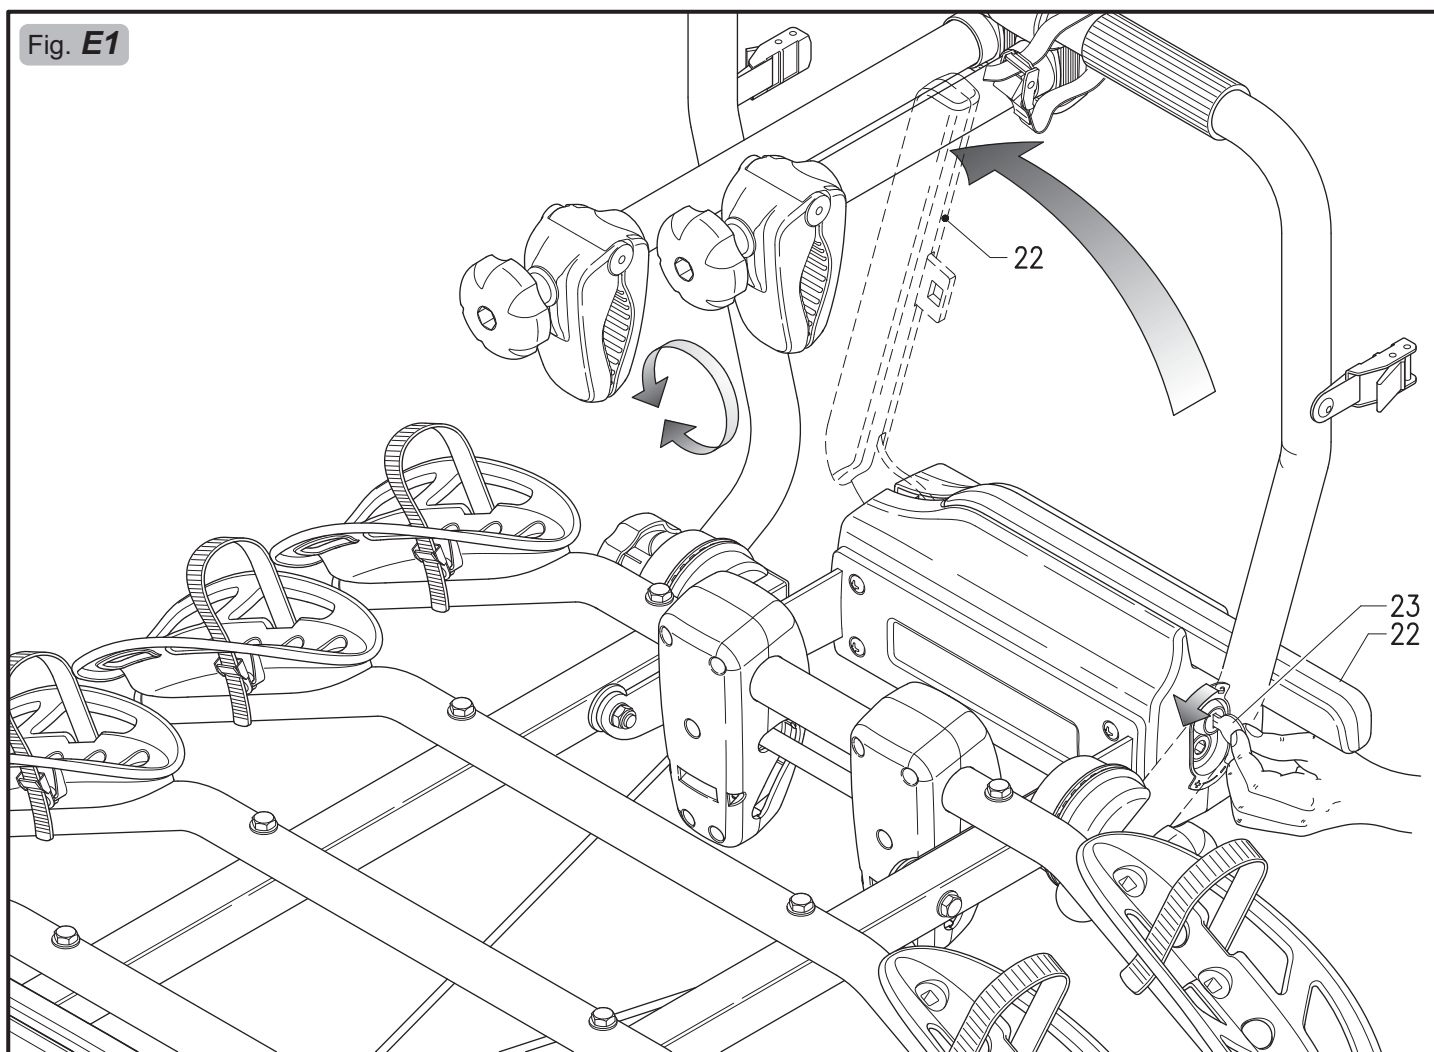

Fig. E2
- 10) Den Befestigungsblock 24 auf der Kugel der Anhängerkupplung 25 aufsetzen (Abb. E2).
- 11) Die Befestigungsvorrichtung wird durch Absenken des Hebels 22 geschlossen. Die Schließkraft muss mindestens 45 kg. betragen (Abb. E2).
Beim Kauf des Produktes muss in jedem Fall die erstmalige Einstellung vorgenommen werden. Anschließend ist die Schließkraft bei jeder erneuten Nutzung zu kontrollieren und bei Bedarf nachzustellen. Um Unfälle und Beschädigungen zu verhindern, sollte auch bei diesem Vorgang eine weitere Person um Hilfe gebeten werden. Nach dem Entsperren und Hochstellen von Hebel 22 muss der Fahrradträger von der zweiten Person in waagerechter Lage gehalten werden. Die Schraube 26 muss mit dem beiliegenden Schlüssel 27 so eingestellt werden, dass sich die Schließkraft auf dem Hebel auf mindestens 45 kg. erhöht (Abb. E2). Vergewissern Sie sich, dass der Fahrradträger sich bei geschlossener Befestigungsvorrichtung nicht dreht.